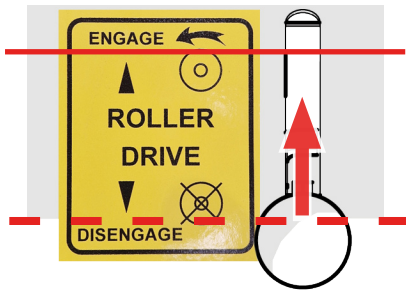

Fig. 9A - Accionar la palanca de marcha
4. Empuje la palanca de marcha **hacia delante** para **activar** la marcha (Fig. 9A). Hágalo lentamente a fin de que el embrague se acople correctamente.